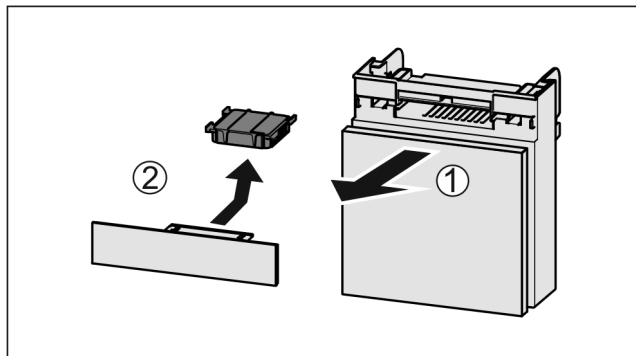

Fig. 120
- ▶ Вытянуть Fig. 120 (1) отделение движением вперед.
- ▶ Извлечение Fig. 120 (2) фильтра с активированным углем.